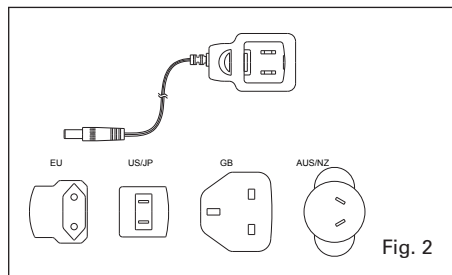
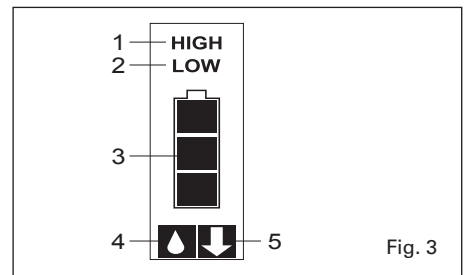

Fig. 2
Fig. 3
- Plug the charger after fitting the correct wall adapter (Fig 2) into a suitable power outlet. Battery charging are indicated with three light bars (Fig. 3).
- If the indicator shows low battery level (Fig. 3) during work, connect to the charger to continue working.
### Speed and mode selection (Fig. 3)
- Ladegerät nach Wahl des richtigen Netzteils (Abb.2) in die Wandsteckdose stecken. Die Ladeanzeige der Batterien wird durch drei Leuchtbalken angegeben (Abb.3).
- Bei niedriger Akkustandanzeige, (Abb. 3) Ladegerät einstecken und Pipettiervorgang fortsetzen.
### Wahl Arbeitsgeschwindigkeit und Funktionsauswahl-Schiebeschalter (Abb. 3)
- Brancher le chargeur à une prise murale, après sélection de la prise souhaitée (Fig 2). La charge est visible grâce à trois indicateurs (Fig 3).
- Si le voyant indique batterie faible (Fig. 3), connecter le chargeur et continuer à travailler.
### Sélecteur de vitesse et mode (Fig. 3)